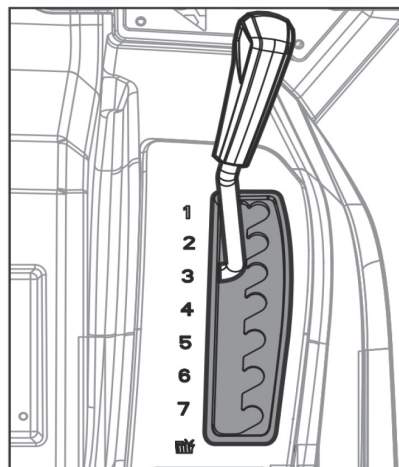

Рис. 28
- Потяните рычаг регулировки высоты кошения в направлении сидения оператора и, переместив его вперед - назад, зафиксировав его в одном из пазов, установив требуемую высоту положения режущей деки (Рис.28).
Если нажать на педаль заднего хода (поз. В, Рис. 28), при включённом вращении ножей деки, двигатель и все системы машины автоматически остановятся. Для продолжения кошения, необходимо активировать систему кошения задним ходом.